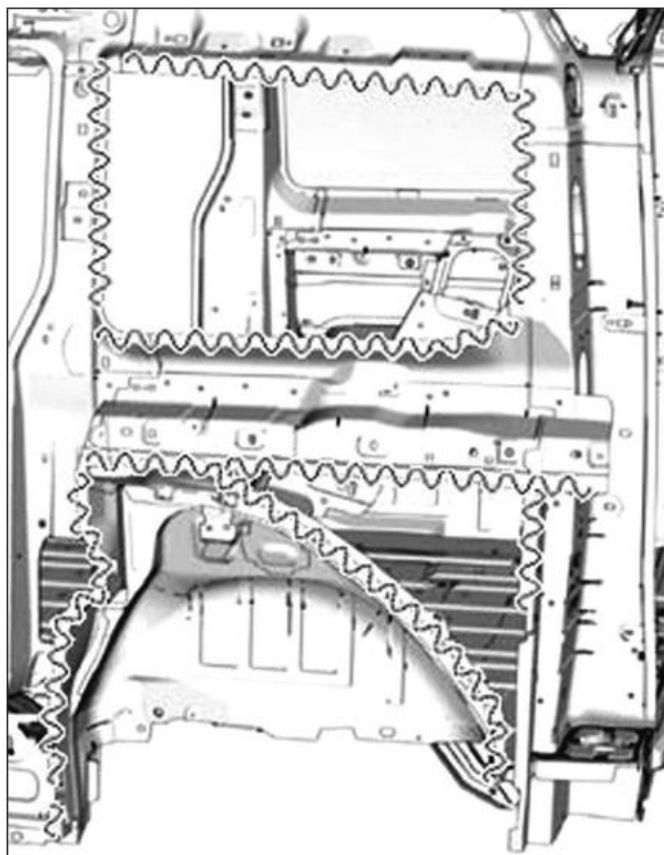

FIG. 85
- Appliquer une colle de calage, pour respecter les fonctions d'étanchéité suivantes (Fig.85).